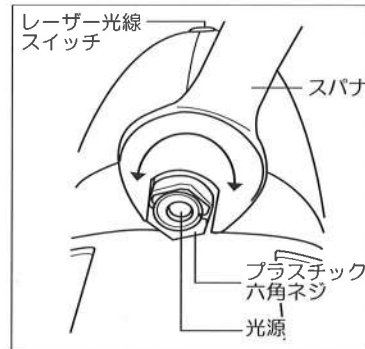

図5
■レーザー光線の調整方法(図5参照)
- ①レーザー光線のスイッチをONにします。
- ②光源の六角ネジをスパナ(市販品)で左右に回し、光路がスミ線に重ね合うように調整してください。